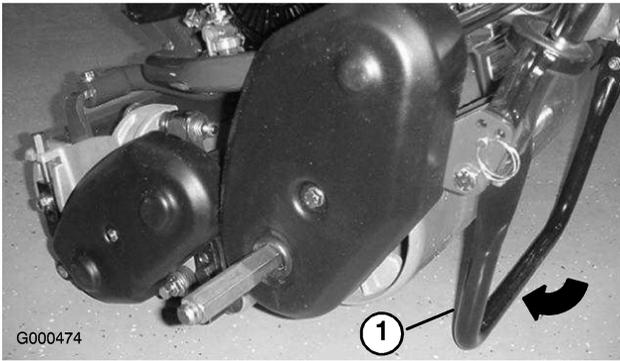

図 7
- キック・スタンドを立てるスタンドを足で下げながらハンドルを持ち上げる (図 7)。